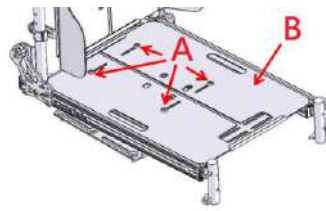

Figura 5-79
- Use una llave Allen número 4 para retirar los tornillos A y la placa B. (Figura 5-79).